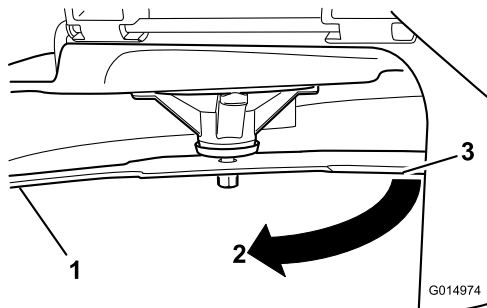

Figura 83
3. Segunda distancia medida entre cuchilla y superficie (B)
4. Gire la misma cuchilla 180 grados de manera que el otro extremo esté en la misma posición (**Figura 83**).